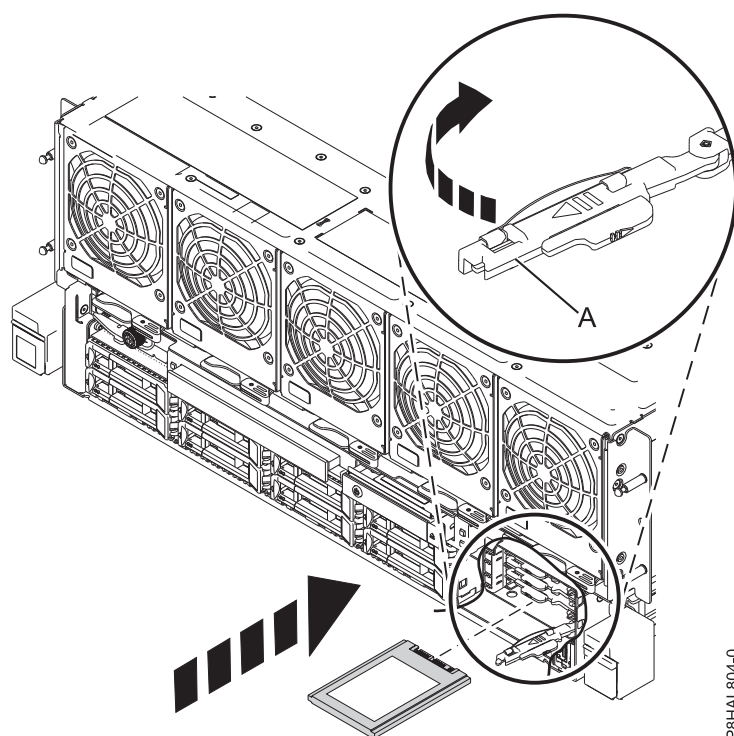

Figura 9. Instalación de una SSD en un sistema 8408-44E o 8408-E8E
14. Con el asa de la bahía de unidad SSD (A) en la posición de desbloqueo, tire de la palanca hacia afuera para acceder a los rieles de guía de la ranura de SSD. Sostenga la SSD por la parte inferior mientras la alinea con los rieles de guía de la ranura de SSD. Consulte la Figura 9 en la página 17.
18. Bloquee la unidad girando el asa de la bahía (A) en la dirección que se muestra en la Figura 9.